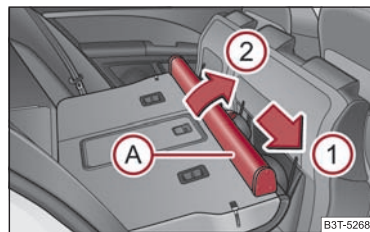

Fig. 29 Sedili posteriori: alloggiamento rete di separazione
- Spingere l'alloggiamento **(A)** ⇒ fig. 29 nel senso della freccia **(1)** ed estrarlo dalle sedi dello schienale agendo nel senso indicato dalla freccia **(2)**. ▶